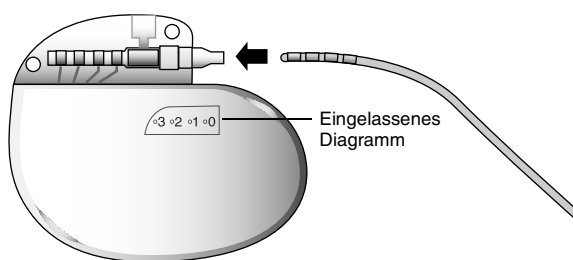

Abbildung 2. Die Elektrode vollständig in den Konnektorblock des Neurostimulators Modell 3058 einsetzen.
3. Überzeugen Sie sich davon, dass die Elektrode vier Pole aufweist, die dem eingelassenen Diagramm auf dem Neurostimulator entsprechen (Abbildung 2).
4. Die Elektrode bis zum Anschlag in den Konnektorblock des Neurostimulators einsetzen (Abbildung 2).